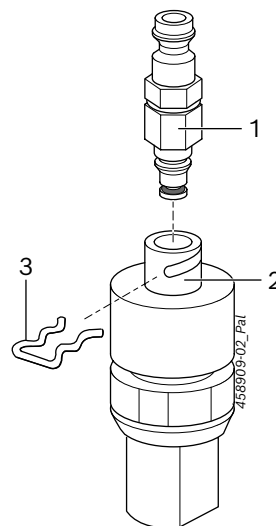

Fig. 1: Adattatore di ritorno 1 687 016 138
L'adattatore di ritorno 1 687 016 138 (Fig. 1, pos. 1) unisce il ritorno del CRI piezoelettrico di Siemens/VDO/Continental (Fig. 1, pos. 2) tramite la tubazione flessibile 1 680 712 289 con attacco di prova per quantità di ritorno su EPS 200 / EPS 205.
i Assicurare l'adattatore di ritorno con la graffa di sicurezza (Fig. 1, pos. 3). La graffa di sicurezza viene fornita con l'iniettore.